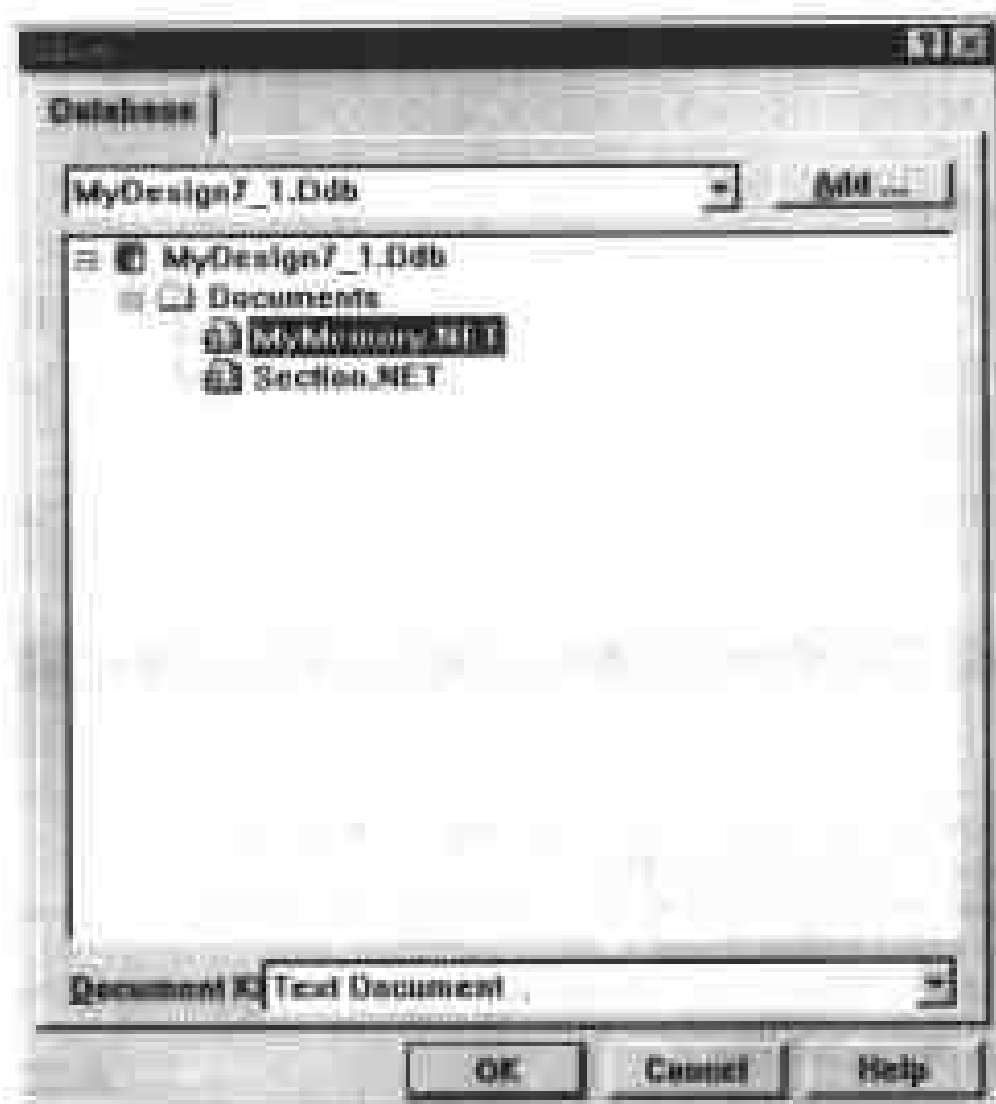
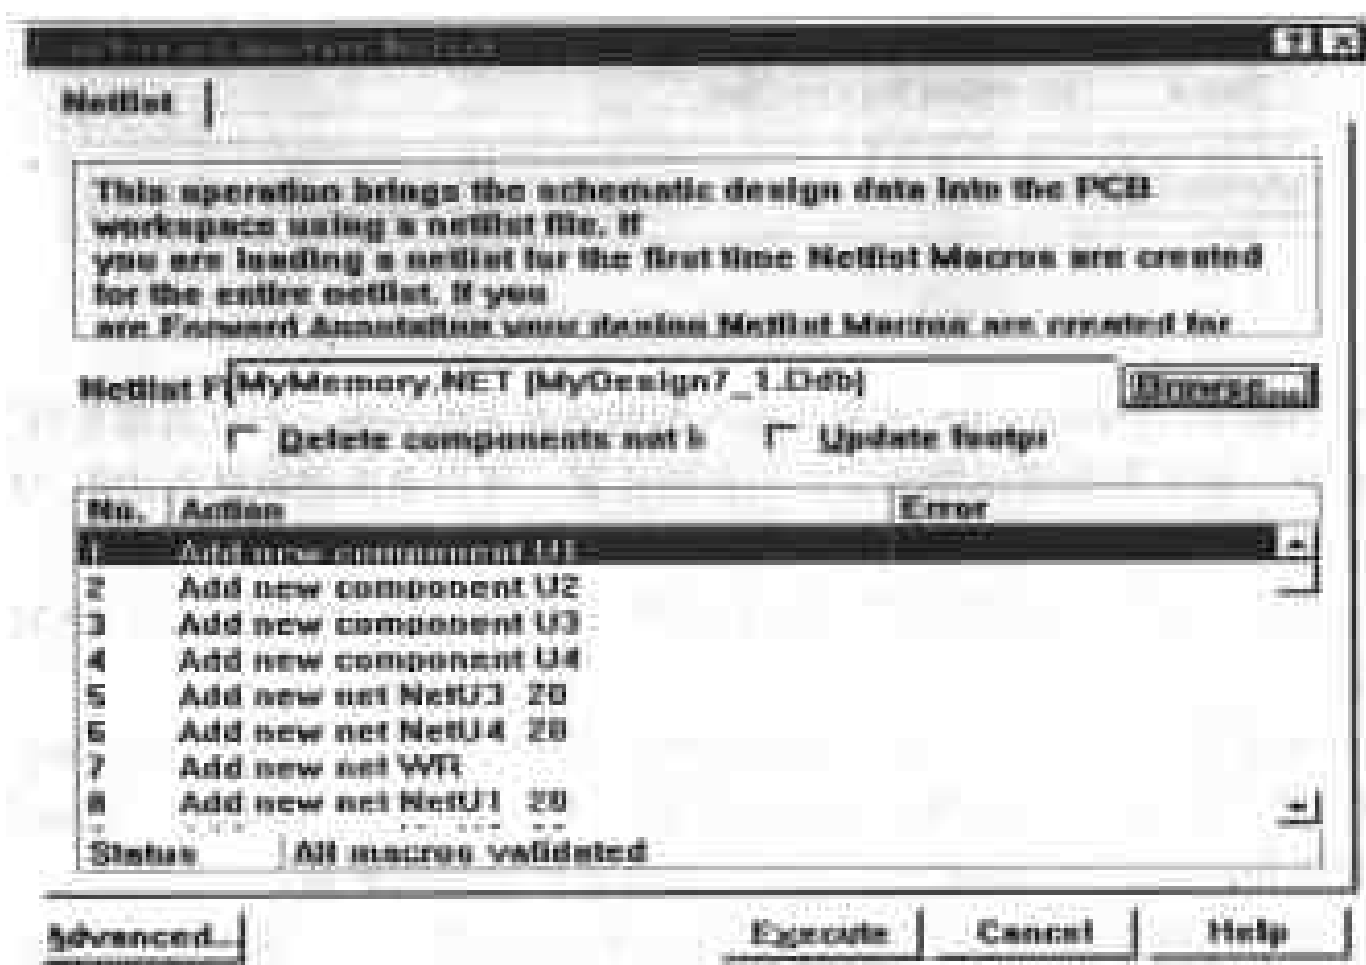

图 8-7 网络表文件选择对话框
图 8-8 引入网络表后的网络表管理器
在这个对话框中, Netlist File 为需要装入的网络表文件名称, 可以直接在编辑框中输入网络表文件名称, 如果不知道网络表文件所在的位置, 可以单击编辑框右边的 “Browse...” 按钮, 则系统将弹出如图 8-7 所示的对话框。
在该对话框中, 我们可以选取网络表目标文件。本例如图 8-7 所示, 选取 MyMemory.NET 网络表文件名。
(2) 在图 8-7 中选取网络表文件后, 单击 OK 按钮, 引入网络表后的网络表管理器如图 8-8 所示。